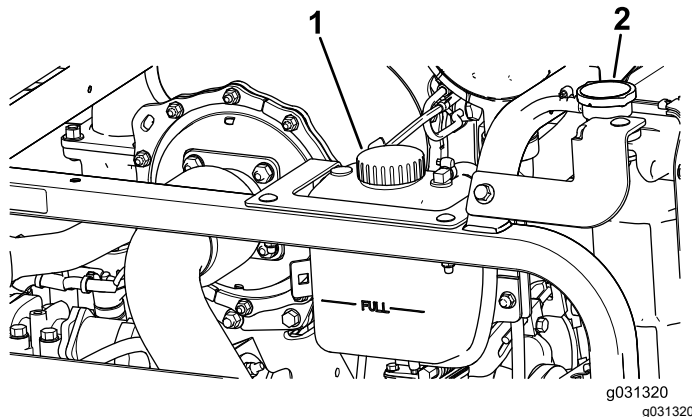

Bild 118
1. Nehmen Sie den Kühlerdeckel und den Deckel des Ausdehnungsgefäßes vorsichtig ab (Bild 118).
2. Prüfen Sie den Kühlmittelstand im Kühler (Bild 118).